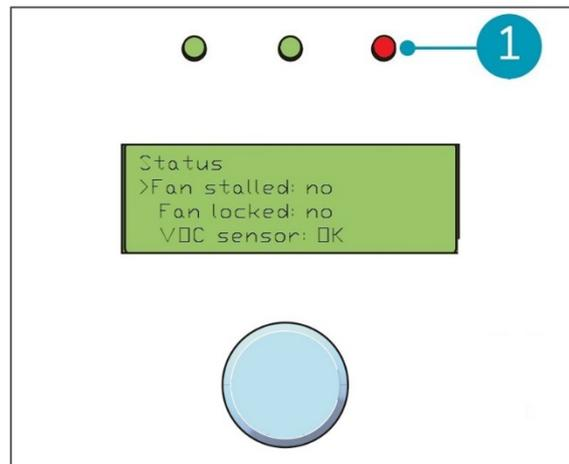

Figure 16
REMARQUE : si le voyant à LED du côté droit (Figure 16, pos. 1) s'allume en rouge, une erreur s'est produite dans le système. Accédez au menu des états pour déterminer la nature de l'erreur.